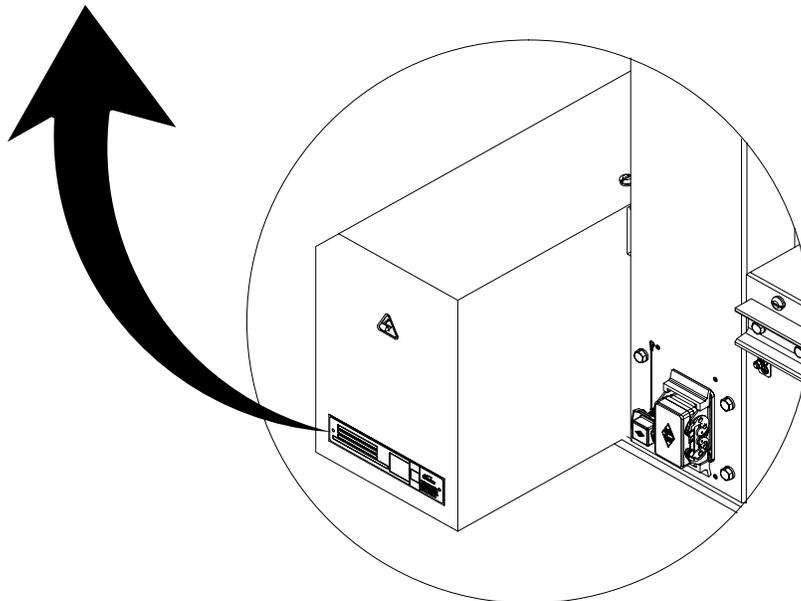

Fig. 2 Plaque d'identification type
Voir la figure 2. La plaque d'identification se trouve à l'arrière du capot du moteur et comporte les informations suivantes :
**REMARQUE :** Les informations sur la plaque d'identification illustrée dans la figure 2 ne sont qu'un exemple et ne pas spécifiques à un quelconque mécanisme de va-et-vient.